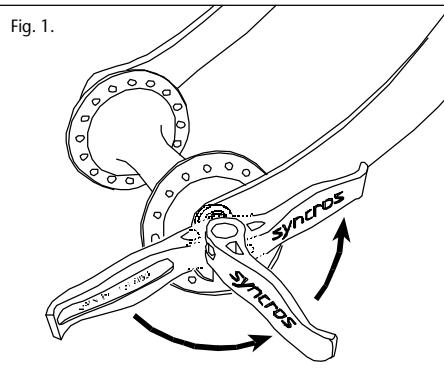

Fig. 1.
1. Install the wheel in your forks and tighten by firmly moving the quick release from the "open" to the "close" position. (fig. 1). Note: You may need to screw the opposing nut "in" or "out" to achieve the desired adjustment, before closing the quick release.
1. Installer la roue avant dans la fourche du vélo, et serrez fermement en ajustant le retrait de la position "ouvert" (open), à la position "fermé" (close). (fig. 1). Noter: Il sera peut être nécessaire d'ajuster le boulon opposé, soit serrer (in), où desserrer (out), pour atteindre l'ajustement désiré avant de fermer le relâche.
Setzen Sie das Vorderrad in die Vorderradgabel hinein; klappen Sie den Schnellspannhebel von der "offenen" Position zur "geschlossenen" Position um (fig. 1). Notiz: Um die optimale S.V. Klemmposition zu erreichen, könnte es notwendig sein, daß Sie die Kontermutter an oder abschrauben müssen, bevor Sie den Schleißhebel umklappen und festschließen.
Installate la ruota della bicicletta nelle forcelle e stringe la leva "quick release" saldamente della posizione "aperta" verso la posizione "chiusa". (fig.1). Notate: C'è la possibilità che ti hai bisogno vite le dadi contrapporsi dentro oppure fuori. Per attenire il regolamento desiderato prima da chuidere la leva.
1. Instale la rueda en su horquilla y ajuste moviendo firmemente el mecanismo de liberación rápida de la posición "abierto" (open) a la posición "cerrado" (close). (fig.1). Nota: Ud. podrá necesitar atornillar la tuerca opuesta hacia adentro ó hacia afuera ("in" or "out") para conseguir el ajuste deseado antes de cerrar el mecanismo de liberación rápida.